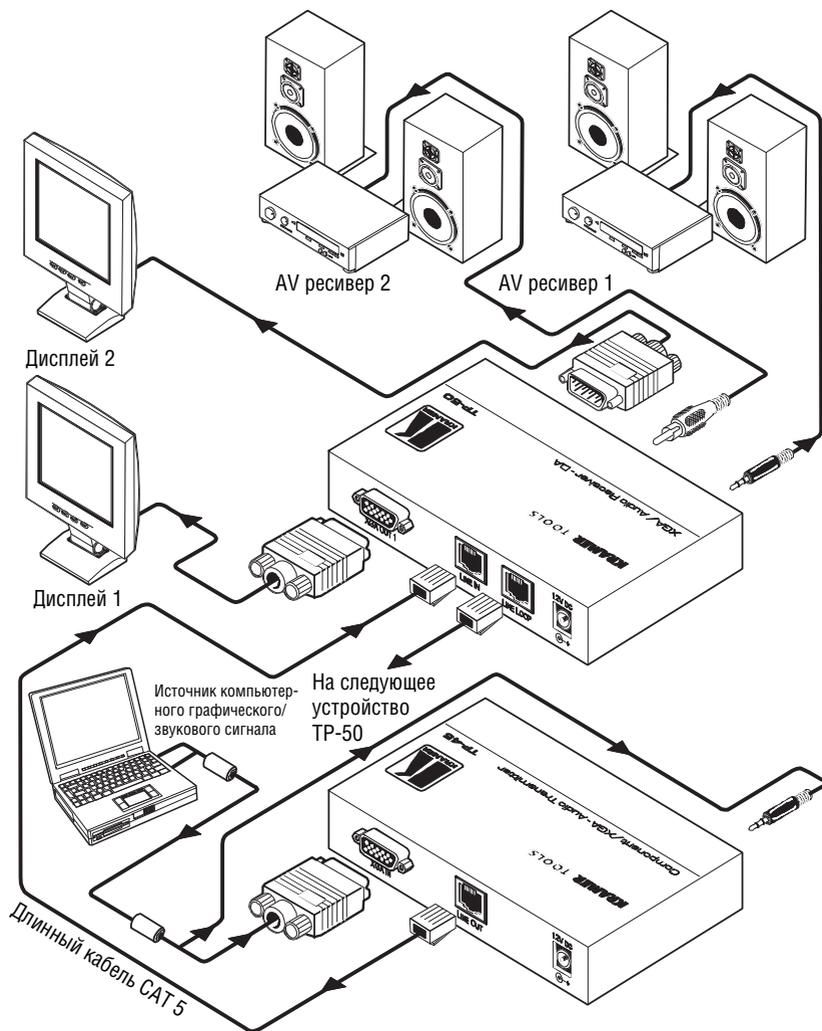

Рис. 3. Подсоединение распределительной системы компонентного/XGA/звукового сигнала, режим XGA
Чтобы сформировать систему **TP-45** — линейный приемник XGA/звукового сигнала / усилитель-распределитель **TP-50** на основе 100 м кабеля типа UTP в соответствии с примером, приведенном на рис. 3, действуйте в следующем порядке:
4. Подсоедините сетевой адаптер 12 В постоянного тока к розетке входа электропитания и на **TP-45**, и на **TP-50** (кроме того, можно подать электропитание только на **TP-50** — и для **TP-45**, и для **TP-50**) и подсоедините адаптер к электросети (на рис. 3 адаптер не показан). Сигнал от источника XGA передается по кабелю CAT 5, декодируется и преобразуется на 15-контактном разъеме XGA OUT типа HD для приемника XGA.